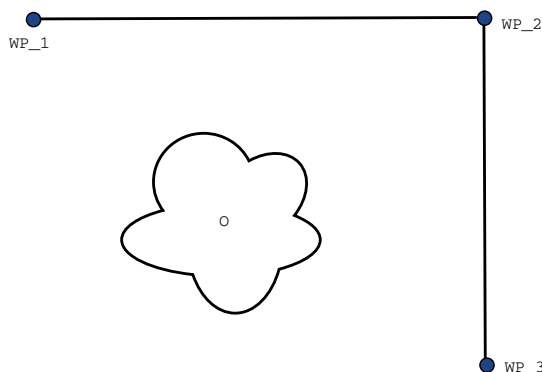

Figura 14.2: WP\_1: posición inicial, WP\_2: punto de la ruta, WP\_3: posición de recogida, O: obstáculo.
**Ejemplo** Tomemos como ejemplo una aplicación de carga y descarga (ver figura 14.2), en la que el robot se encuentra en ese momento en el punto de paso 1 (WP\_1) y necesita recoger un objeto en el punto de paso 3 (WP\_3). Para evitar colisiones con el objeto y otros obstáculos (O), el robot debe aproximarse a WP\_3 en la dirección procedente del punto de paso 2 (WP\_2). Por ello, se introducen tres puntos de paso para crear una trayectoria que cumpla estos requisitos.